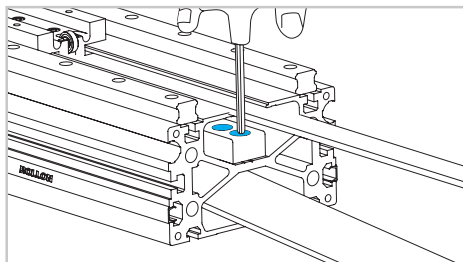

Fig. 13
- 14) Rimuovere il blocco di sicurezza (Fig. 13).
- 17) Rimuovere il blocco di sicurezza anche da questo lato (Fig. 13).